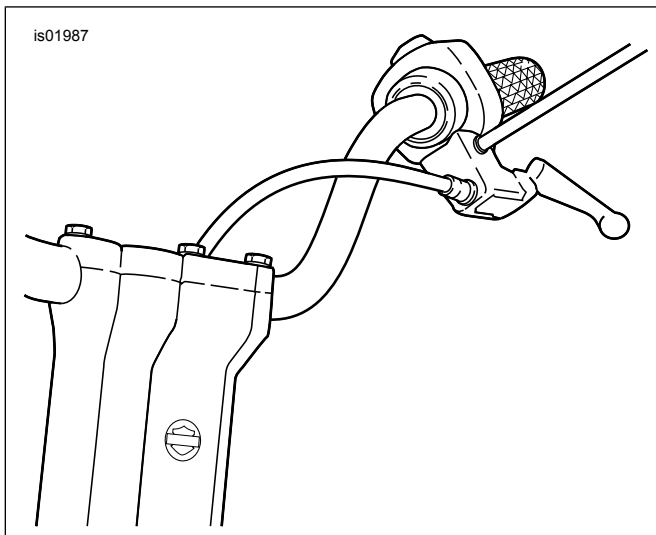

Figure 1. Nouvel acheminement du câble d'embrayage
1. Voir Figure 1. Relocaliser le câble d'embrayage à l'intérieur du guidon comme suit :